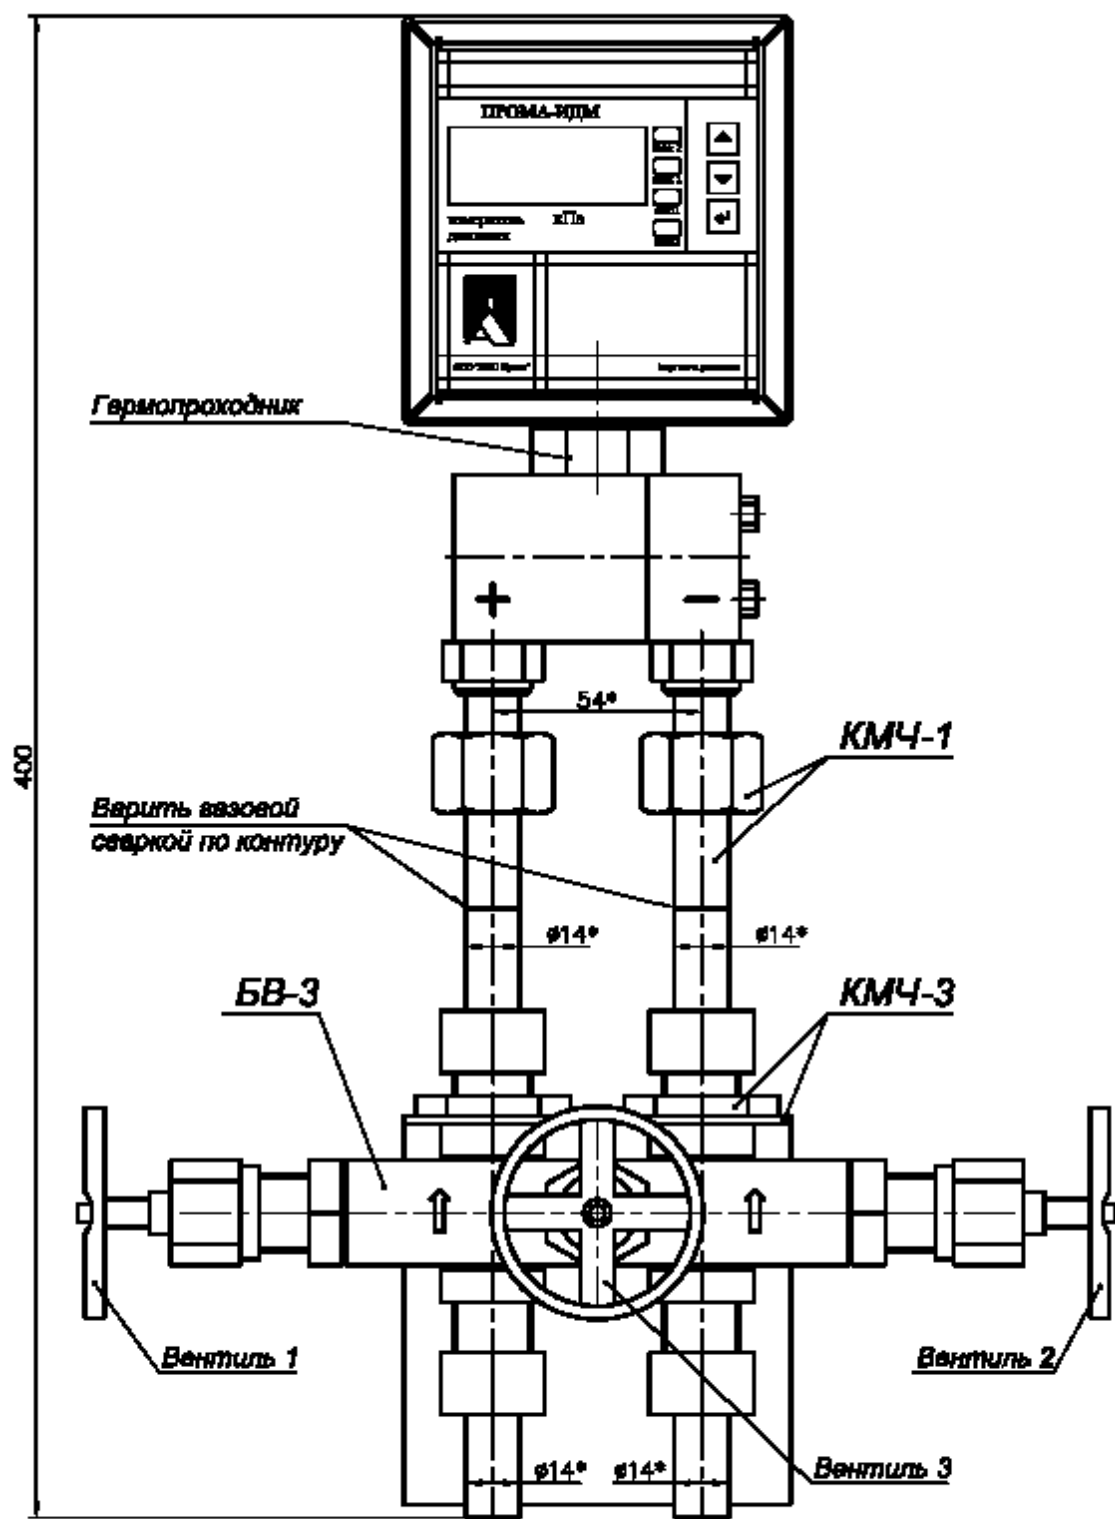

Рис. 3.6. Измеритель Пром-ИДМ-ДД-Р (газ) с 3-х вентильным блоком БВ-3. Исполнение для штуцерно-резьбового монтажа-моноблок. Габаритный чертеж.
- Рис. 3.6. Измеритель Прома-ИДМ-ДД-Р (газ) с 3-х вентильным блоком БВ-3. Исполнение для штуцерно-резьбового монтажа. Габаритный чертеж.